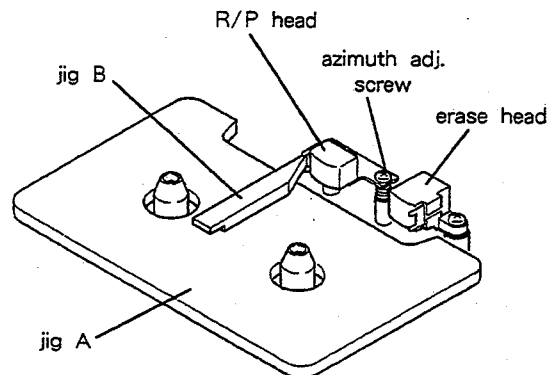

Fig. 2-7
- 1). Set jig A as shown in Fig. 2-7, then set the deck to PLAY mode.
- 5). Play back the 10 kHz signal on test tape MTT-256, then adjust the azimuth adjustment screw (Fig. 2-7) so that the phase difference between the L and R channels is 0° .
- 1). 図2-7のように治具Aをセットし、PLAYモードにする。
- 5). テスト・テープ MTT-256の10kHzを再生して、LchとRchの位相差が 0° になるようにアジマス調整ネジ (図2-7) で調整する。